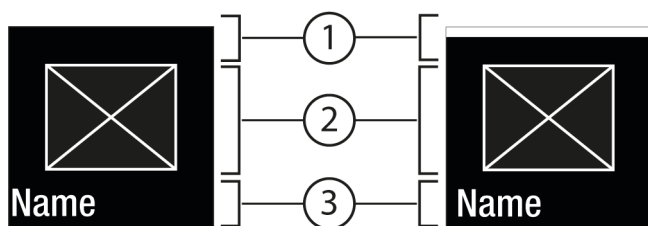
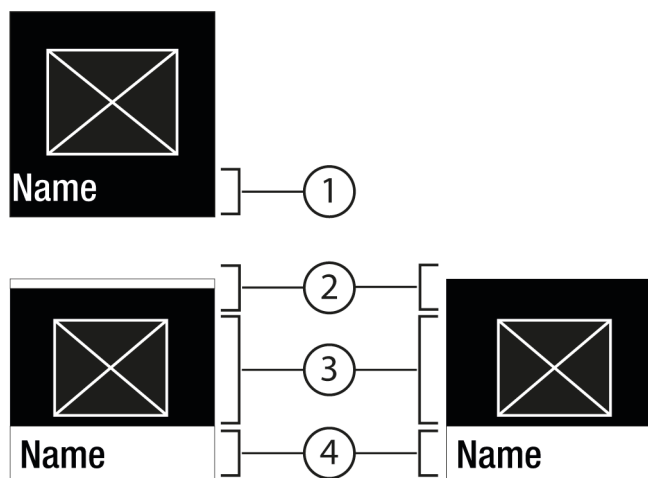

Fig. 6
Fig. 7
- Cu Confirmare Fig. 5 (2) apăsați Submeniu Fig. 7 (4).
- Setări valoare nouă: Cu Confirmare Fig. 5 (2) selectați o valoare dezactivată Fig. 6 (1).
- Înapoi în meniu: Cu Confirmare Fig. 5 (2) selectați valoarea activată Fig. 6 (2) deja.
- ▷ Starea: activată Fig. 6 (1) apare scurt în submeniu Fig. 7 (4).